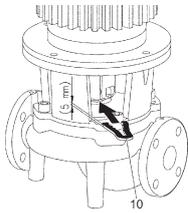

Fig. 13: 포크형 스페이서 장착
10. 한쪽 끝이 갈라진 스페이서(Fig. 13, 10번)를 랜턴과 커플링 사이로 미십시오. 포크형 스페이서는 공차 없이 안착되어야 합니다.
13. 한쪽 끝이 갈라진 스페이서(Fig. 13, 10번)를 랜턴과 커플링 사이로 미십시오. 포크형 스페이서는 공차 없이 안착되어야 합니다.